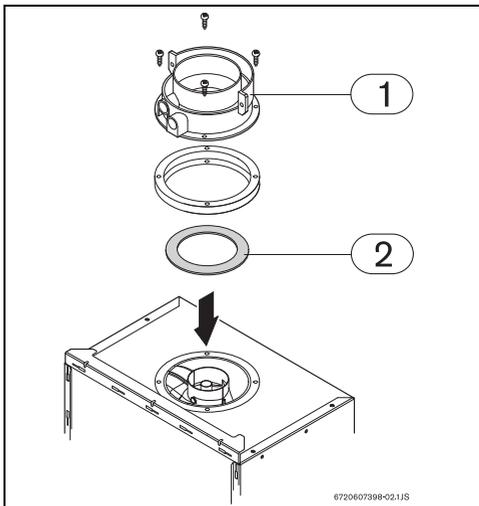

Fig. 5 Diafragma
Dependendo do tipo de saída e das condições de instalação, deve colocar-se um diafragma (Fig. 5) debaixo do adaptador (Tab. 9 e 10).
- ▶ Desapertar os parafusos de fixação do adaptador (Fig. 5, [1]).
- ▶ Posicionar o diafragma (Fig. 5, [2]) entre o adaptador e o aparelho.
- ▶ Voltar a fixar o adaptador ao aparelho através dos 4 parafusos (Fig. 5, [1]).